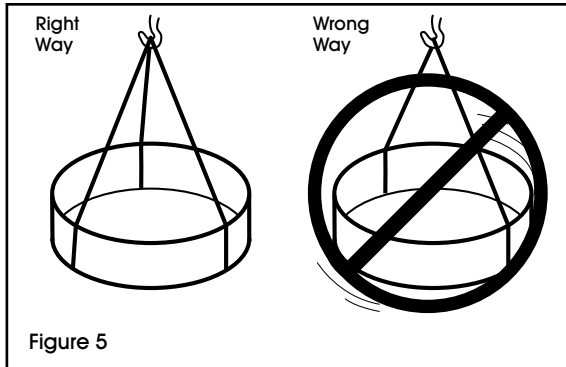

Figure 5
- Le levage doit être stable en regard du centre de gravité et de l'équilibrage. (Voir Figure 5)